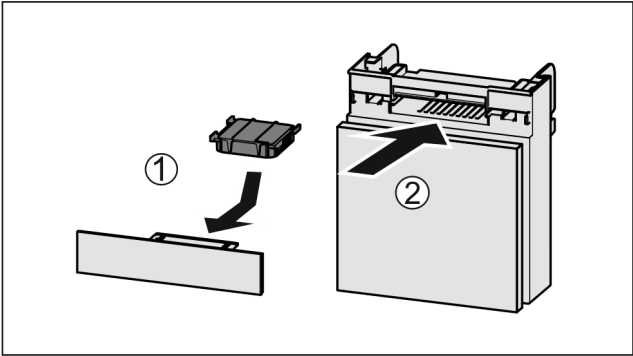

Fig. 142
- ▶ 按图装入 Fig. 142 (1) 活性炭过滤器。
- ▶ 推入 Fig. 142 (2) 抽屉。